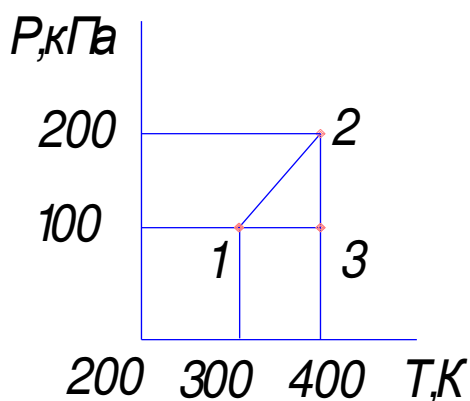

Рис.1
4. На P - T - диаграмме изображен замкнутый процесс, который совершает некоторая масса кислорода (рис.1). Известно, что максимальный объем, который занимал газ в этом процессе, $V_{\text{max}} = 16,4 \text{ дм}^3$. Определить массу газа и его объем в точке 1. Значения T_1 , T_2 , P_1 и P_2 указаны на рисунке.